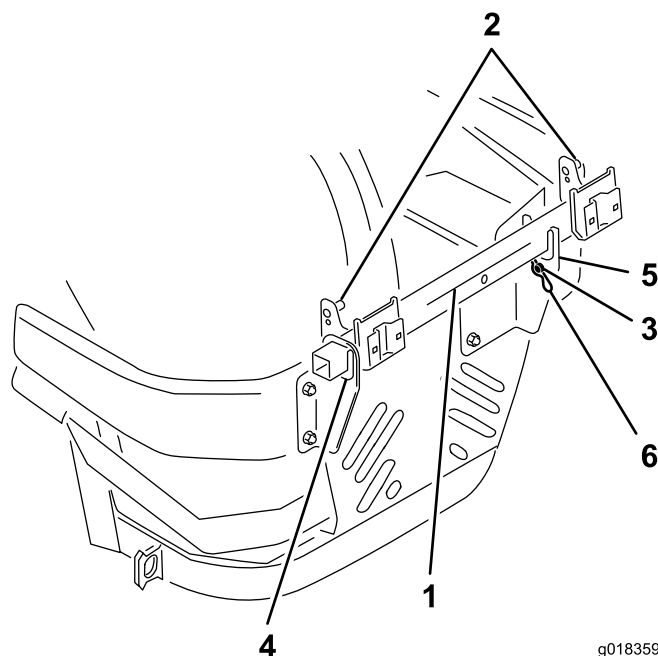

Figura 11
1. Alinhe a estrutura de suporte da tremonha de modo a que os 2 pinos do capot codificados na parte superior da estrutura fiquem a apontar para a direita e o pino de montagem na parte inferior da estrutura aponte para a esquerda, conforme indicado em Figura 11.
2. Insira a estrutura de suporte da tremonha na abertura quadrada no suporte de apoio da estrutura esquerdo (Figura 11).
3. Alinhe o pino de montagem com o lado direito do suporte de apoio da estrutura direito (Figura 11).
4. Baixe a estrutura entre as abas em forma de U do suporte direito (Figura 11).
5. Faça deslizar a estrutura de suporte da tremonha para a esquerda até o pino de montagem passar pelo orifício no suporte de apoio da estrutura direito (Figura 11).
6. Instale o gancho através do orifício do pino de montagem para fixar a estrutura no suporte (Figura 11).